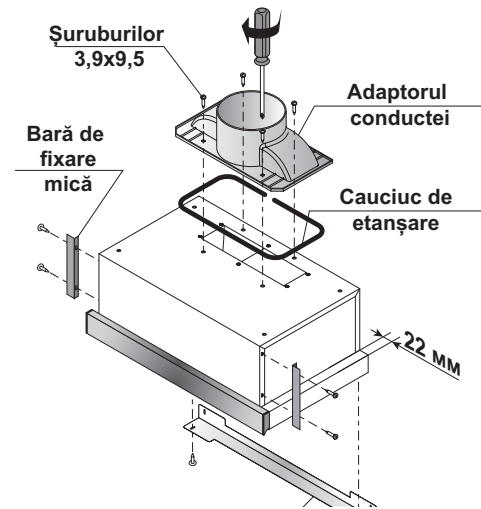

Fig. 2
1. Cu ajutorul șuruburilor autofiletante 3,9x9,5 din setul de montaj și al șurubelniței, fixați pe corpul hotei adaptorul de aer și, dacă este necesar, plăcuțele de fixare (fig.2).